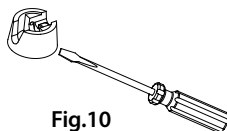

Fig.10
2. Je hebt een schroevendraaier nodig om het groene deksel op je Heineken vaatje te verwijderen (Fig. 10).